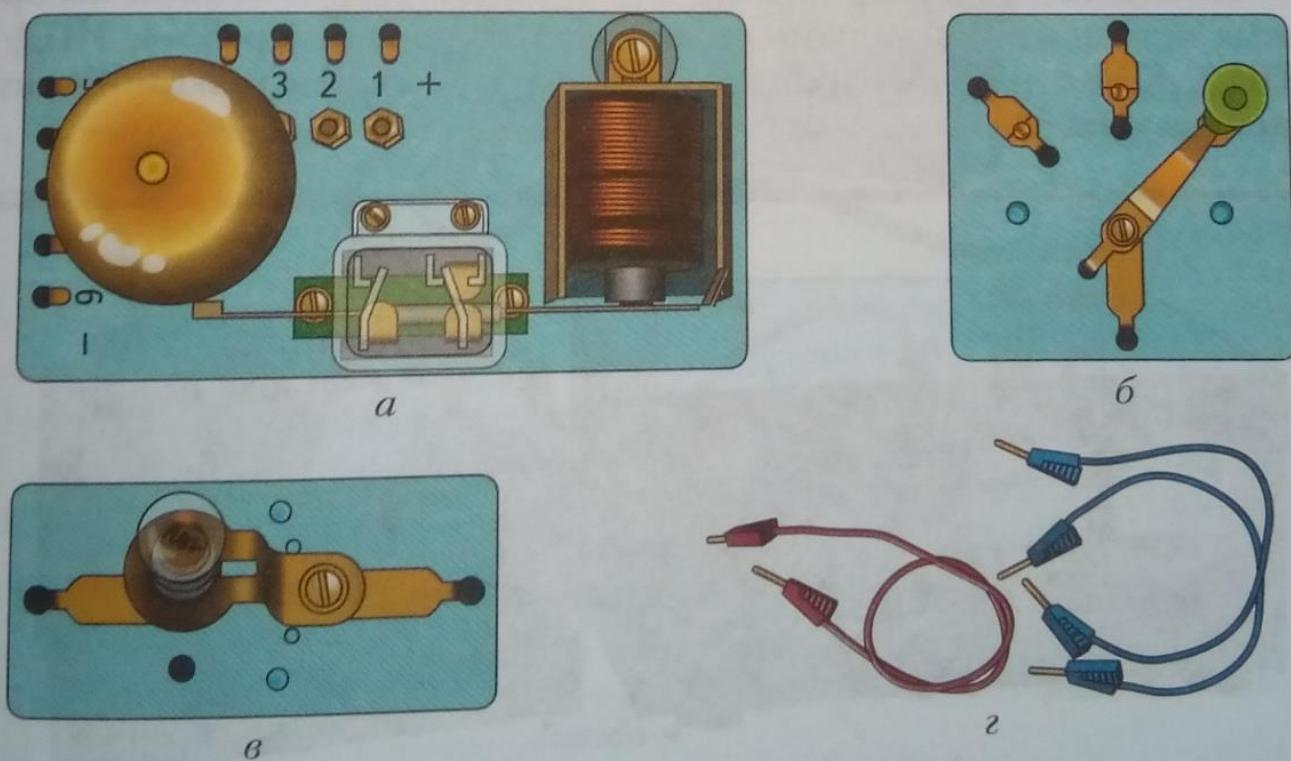

Рис. 54. Элементы конструктора: а – электромагнитное реле;
**Вывод:** это окончательный вариант принципиальной схемы нашей модели. Для сборки модели охранного устройства на электромагнитном реле можно использовать обучающий конструктор «Электричество-1», в котором имеются все необходимые элементы: электромагнитное реле с нормально разомкнутыми и нормально замкнутыми контактами, выключатель, электропатрон с лампой для карманного фонаря, соединительные провода (рис. 54).